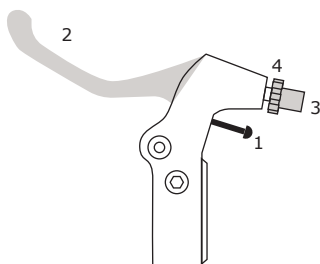
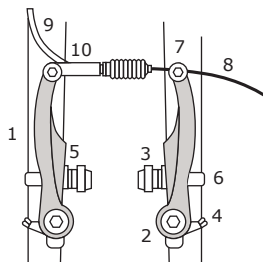

Рис. 13.1: Тормозная ручка тормозов V-типа и ее регулировки
Рис. 13.2: Тормоза V-типа и их регулировки
Тормозная ручка (рис. 13.1, поз. 2) механических тормозов (ободных или дисковых) имеет две регулировки — винт изменения расстояния до рычага тормозной ручки и механизм регулировки натяжения тросика. Расстояние до рычага тормозной ручки изменяется вращением винта (рис. 13.1, поз. 1). Установите положение рычага так, чтобы вы без проблем доставали до него пальцами, но при этом так, чтобы при нажатии на рычаг он не упирался в грипсу руля. Винт (рис. 13.1, поз. 3) и контргайка (рис. 13.1, поз. 4) регулировки натяжения тросика используются только для эксплуатационной подстройки натяжения троса тормоза. Каждый раз, когда вы регулируете натяжение, не забывайте зафиксировать винт с помощью контргайки.
Тормозной механизм V-типа представляет собой два подвижных рычага (рис. 13.2, поз. 1), каждый из которых вращается на шарнире (рис. 13.2, поз. 2). К рычагам присоединены тормозные колодки (рис. 13.2, поз. 3), которые своей фрикционной частью контактируют с колесным ободом при натяжении тросика, когда тормозная ручка нажата. Тормозной механизм регулируется винтами (рис. 13.2, поз. 4) натяжения возвратных пружин и положением тормозной колодки — при помощи набора сферических шайб (рис. 13.2, поз. 5). Правильно отрегулированный тормоз V-типа должен обеспечивать равномерный и одновременный прижим колодок к ободу. Расстояние между колодками и ободом при не нажатом тормозе должно составлять 1–3 мм.
Настройка углового положения колодок — необходима для того, чтобы колодки контактировали с ободом максимальной своей площадью. Ослабив натяжение винта (рис. 13.2, поз. 6), стягивающего набор сферических шайб (рис. 13.2, поз. 5), установите колодку параллельно ободу и строго напротив него. Затяните винт, удерживая колодку от проворачивания. Повторите процедуру для второй колодки тормоза.
- Открутите винт (рис. 13.2, поз. 7) зажима тросика и сдвиньте трос в нужную сторону, изменяя рабочую длину троса (от тормозной ручки до тормозного рычага). Затяните винт зажима троса.
- Повторяйте последнюю операцию до тех пор, пока расстояние между колодками и ободом не примет требуемого значения. Тонкую регулировку при необходимости можно провести с помощью механизма (рис. 13.1, поз. 3, 4) регулировки натяжения тросика (см. ниже).
Эксплуатационная регулировка натяжения тросика производится по мере износа фрикционной части тормозных колодок и соответственно изменения их высоты. Открутите контргайку (рис. 13.1, поз. 4) и отрегулируйте рабочую длину тросика с помощью винта (рис. 13.1, поз. 3) так, чтобы свободный ход колодок вернулся к требуемым значениям. Не забудьте закрутить контргайку.
Замена колодок — необходима для поддержания работоспособности тормоза и сохранения его эффективности. Открутите винт (рис. 13.2, поз. 6), стягивающий набор сферических шайб (рис. 13.2, поз. 5), снимите внешние шайбы со шпильки и отсоедините колодку от рычага тормоза. Будьте аккуратны — шайбы легко соскакивают со шпильки и могут быть утеряны. Установка колодки производится в обратной последовательности. В процессе замены колодок необходимо проводить операцию по настройке их углового положения (см. выше).
Замена тормозного тросика производится в случае повреждения или износа тросика. Отверните винт (рис. 13.2, поз. 7) зажима тормозного троса, выньте его из зажимной части тормозного рычага (если установлен концевой колпачок на тросике, предварительно снимите его), а затем выньте тросик из рубашки (оплетки). Поверните регулировочный винт (рис. 13.1, поз. 3) на тормозной ручке и контргайку (рис. 13.1, поз. 4) так, чтобы разрезы на их корпусах совпали с прорезью на корпусе тормозной ручки. Нажмите на рычаг тормозной ручки и выньте тросик сквозь прорезь. Затем выньте концевой цилиндр крепления тросика из соответствующего паза на рычаге тормозной ручки. Установка тросика производится в обратной последовательности.
(рис. 13.2, поз. 1), а другой — вынуть подводящую трубку (рис. 13.2, поз. 9) тросика из подвижной металлической стремянки (рис. 13.2, поз. 10). Застегивание производится аналогично: одной рукой сжимаем рычаги в направлении друг к другу (колодки будут касаться обода), а другой вставляем подводящую трубку в стремянку. Правильно настроенный тормоз позволяет расстегивать и застегивать обратно тормоза без нарушения их регулировки.